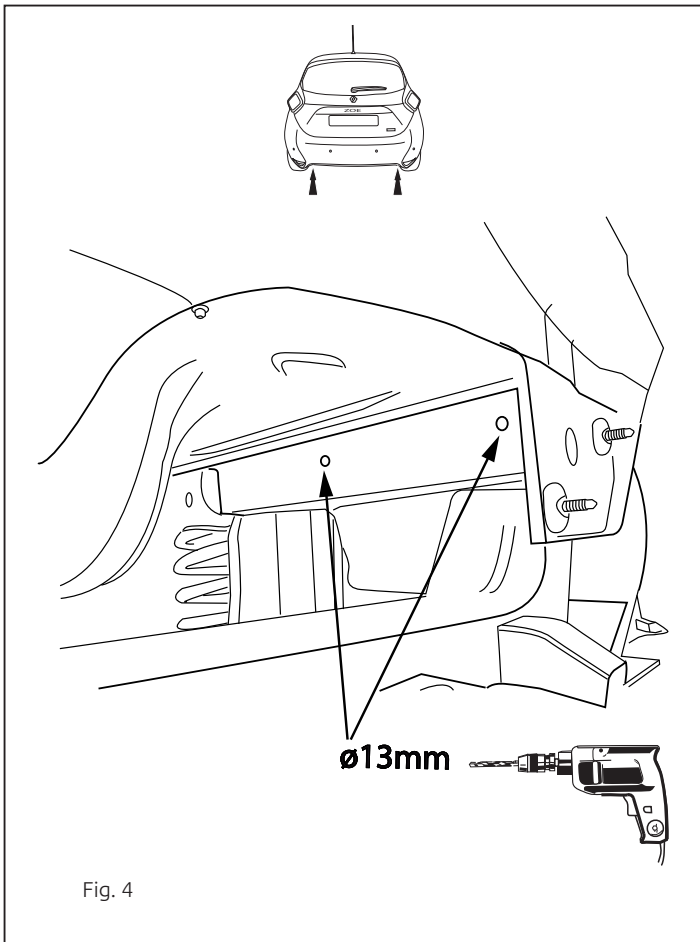

Fig. 4
4. Увеличить отверстия 11 до диаметра 13 мм. См. рисунок 4.